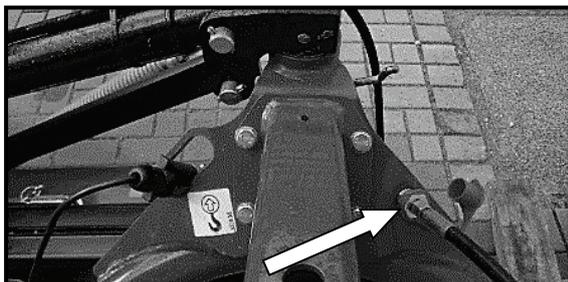

Fig. 57 La manguera hidráulica está asentada en el soporte
- Durante la conexión de la manguera hidráulica (Fig. 57) preste atención a la conexión prescrita a una válvula del sistema hidráulico de efecto simple.